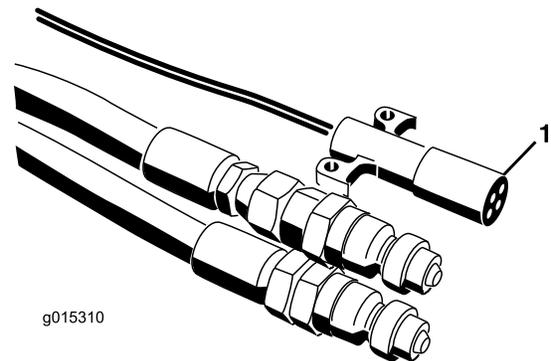

**Figura 17**
6. Conecte los dos manguitos hidráulicos de la máquina al vehículo de remolque. Mirando la máquina de frente, conecte el manguito derecho al lado de presión y el manguito izquierdo al lado de retorno (Figura 17). El manguito de retorno tiene una válvula de retención unidireccional en línea. La flecha de la válvula auxiliar debe apuntar hacia el conector de retorno del vehículo de remolque.